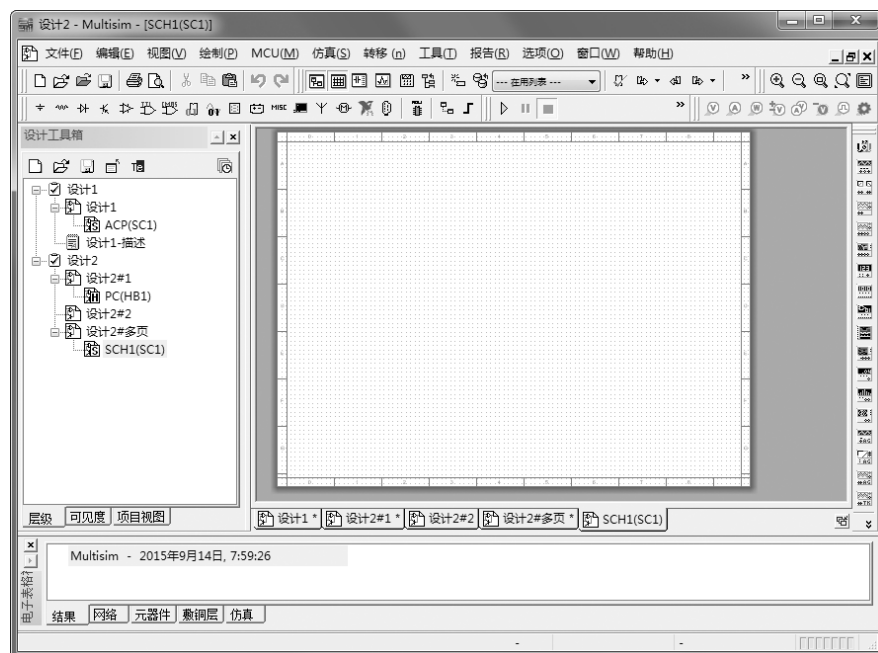

图 5-30 显示支电路文件
③ 双击打开新建的支电路文件，进入该支电路，显示空白文件，如图 5-30 所示。